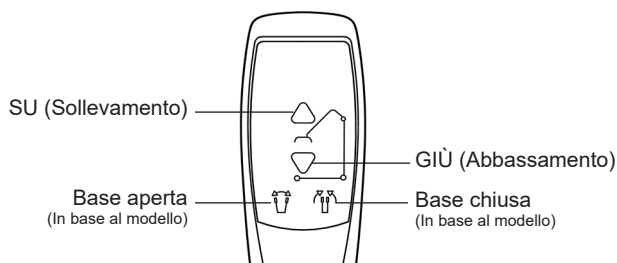

Fig. 9
- Premere i pulsanti SU e GIÙ dell'unità di controllo per confermare le corrispondenti operazioni di sollevamento e abbassamento (Fig. 9).